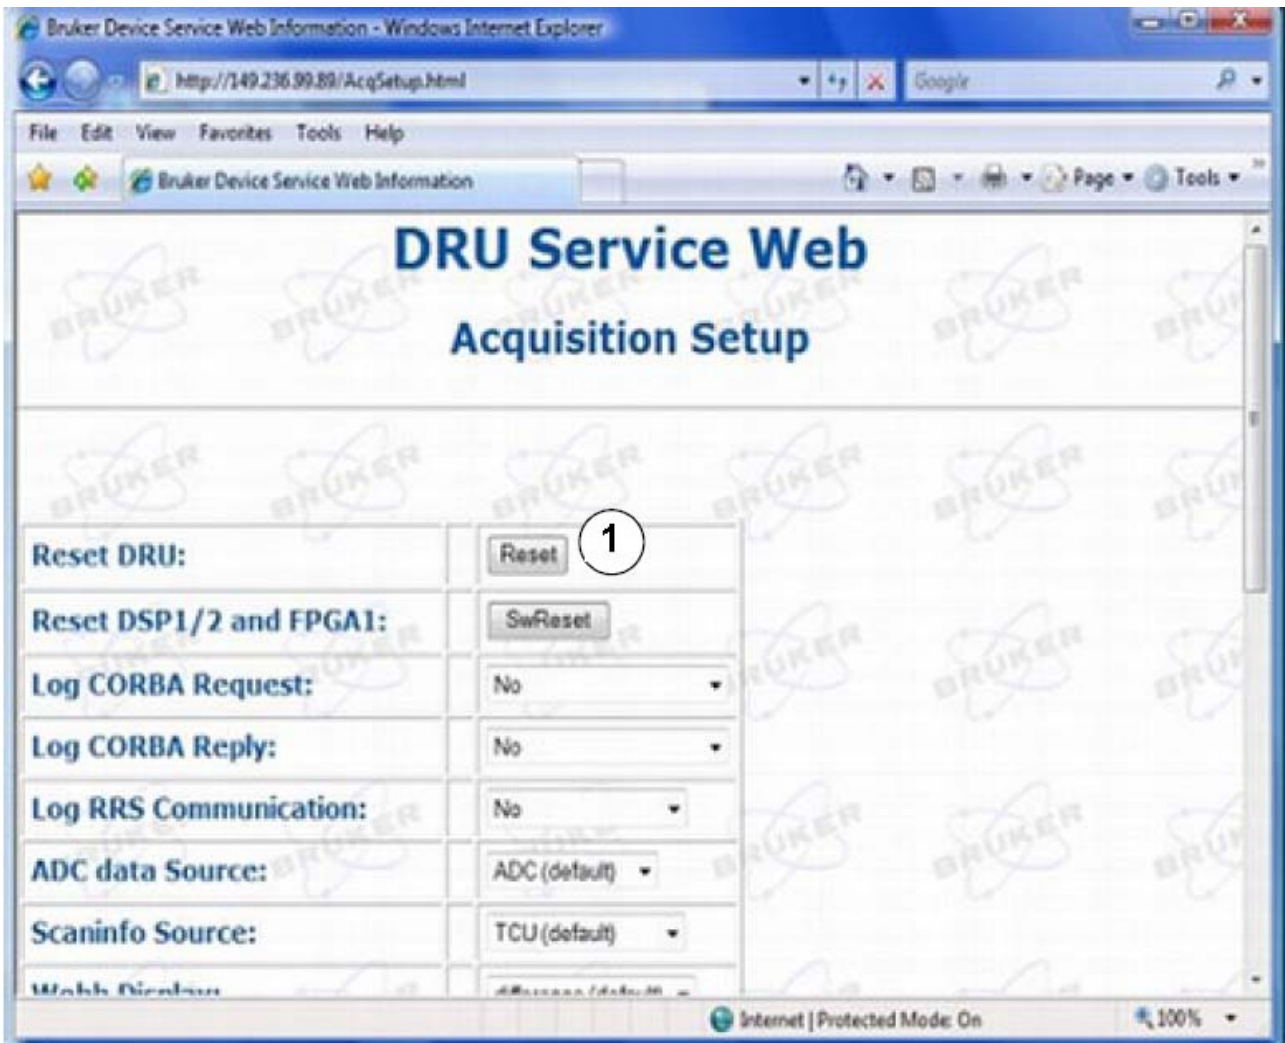

Figura 12.4: Bruker Device Service Web Information
1. Cliccare su "OPEN" in corrispondenza della Digital Receiver Unit per accedere. Scegliere DRU service web, Device Setup e Acquisition Setup per aprire la finestra mostrata in Figura 12.4. cliccare il tasto **RESET** per resettare la Digital Receiver Unit.